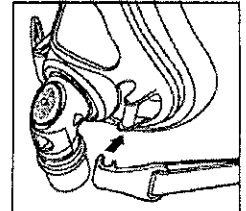

Figura 3
2. Presillas de arnés - Presiónelas en su sitio para conectarlas (Figura 3).